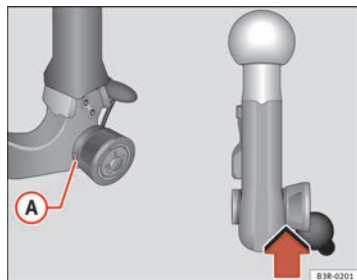

Fig. 168 Dispositivo di traino asportabile
- Controllare che il contrassegno verde **A** ⇒ fig. 168 della rotella si trovi in corrispondenza del contrassegno nero sul gancio.